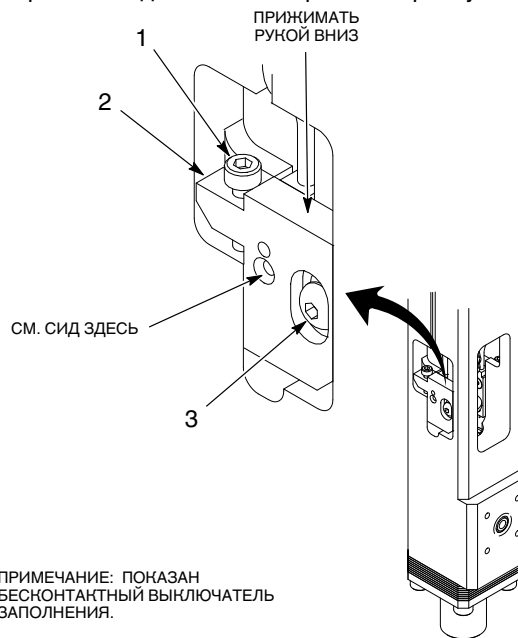

Рис. 5 Настройка типового бесконтактного датчика
2. См. рис. 5. Ослаблять винт (3), пока не освободится пластина выключателя (2).
3. Прижимая рукой пластину выключателя (2) вниз, выполнить следующее:
- а. При помощи сферической головки штифтового ключа-шестигранника поворачивать регулировочный винт (1) по часовой стрелке, пока не погаснет СИД.
- б. Медленно поворачивать регулировочный винт (1) против часовой стрелки, пока не начнет светиться СИД. Довернуть регулировочный винт на $\frac{1}{4}$ оборота против часовой стрелки.
- в. Затянуть винт (3) моментом 1,3 Н•м (14 дюйм-фунтов).
- а. При помощи сферической головки штифтового ключа-шестигранника поворачивать регулировочный винт (1) против часовой стрелки, минуя точку срабатывания, пока не погаснет СИД.
- б. Медленно поворачивать регулировочный винт (1) по часовой стрелке, пока не начнет светиться СИД. Довернуть регулировочный винт на $\frac{1}{4}$ оборота по часовой стрелке.